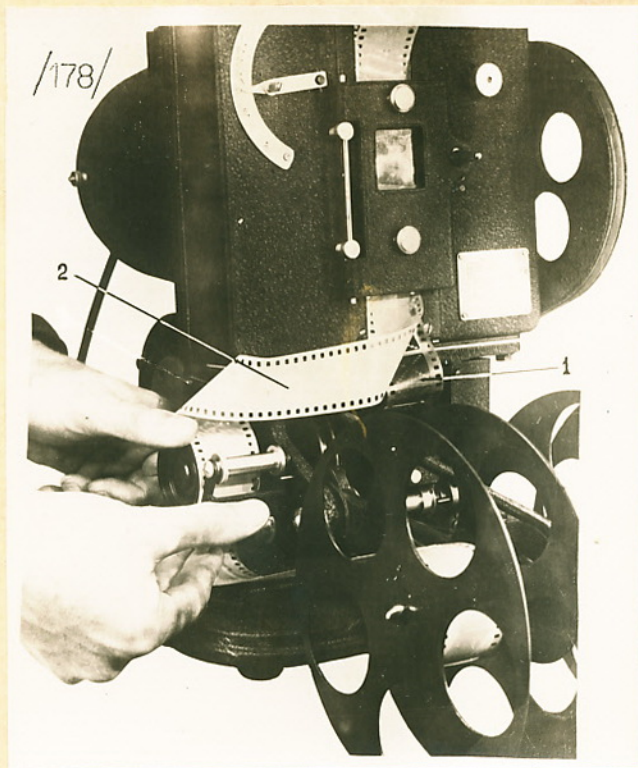
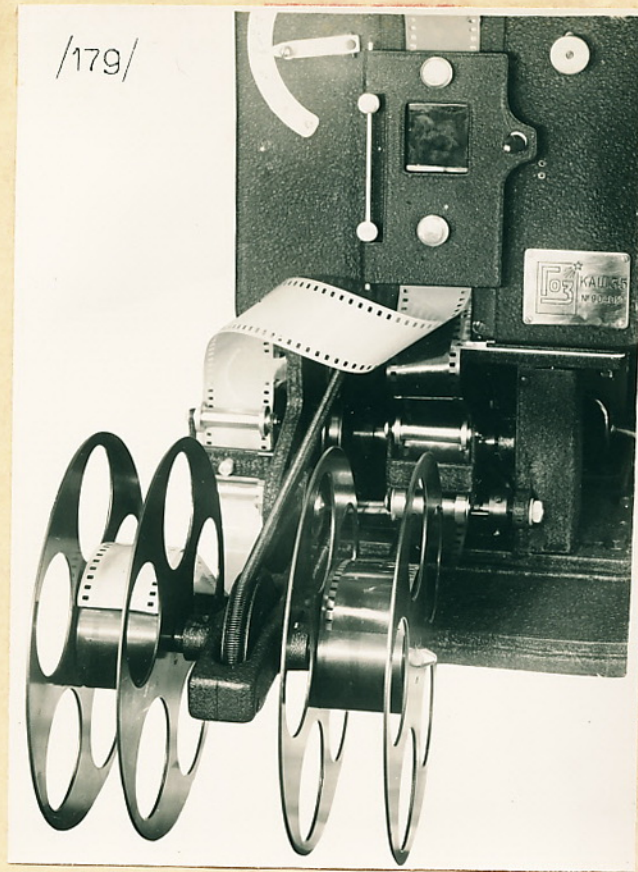

Рис. 13.
Рис. 14.
5. Оставив под фильмным каналом петли, для негатива /1/ /рис.13/ прямую, для пленки перевернутую /3/, и обогнув соответственно нижние барабаны, концы негатива и пленки просунуть в щели колец нижних бобин /рис.14/. Вращать нижние бобины по часовой стрелке пока отрезки пленки и негатива между нижним барабаном и бобиной не натянутся.